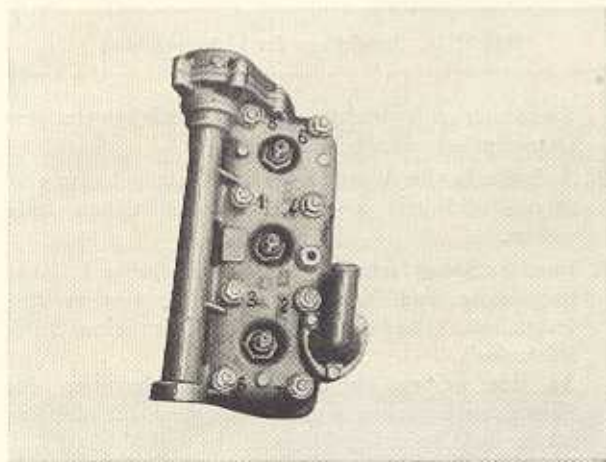

Bild M 40. Reihenfolge für das Nachziehen der Muttern auf dem Zylinderkopf
2. Zylinderkopf aufsetzen und mit acht Sechskantmuttern M 10 × 1 unter Beilegen von Federscheiben leicht anschrauben. Vorher sind die Gewinde der Stiftschrauben etwas einzufetten. Die Muttern der Zylinderkopfschrauben müssen nach und nach von der Mitte ausgehend mit einem Steckschlüssel mit 4,8...5,2 kpm festgezogen werden (Bild M 40).